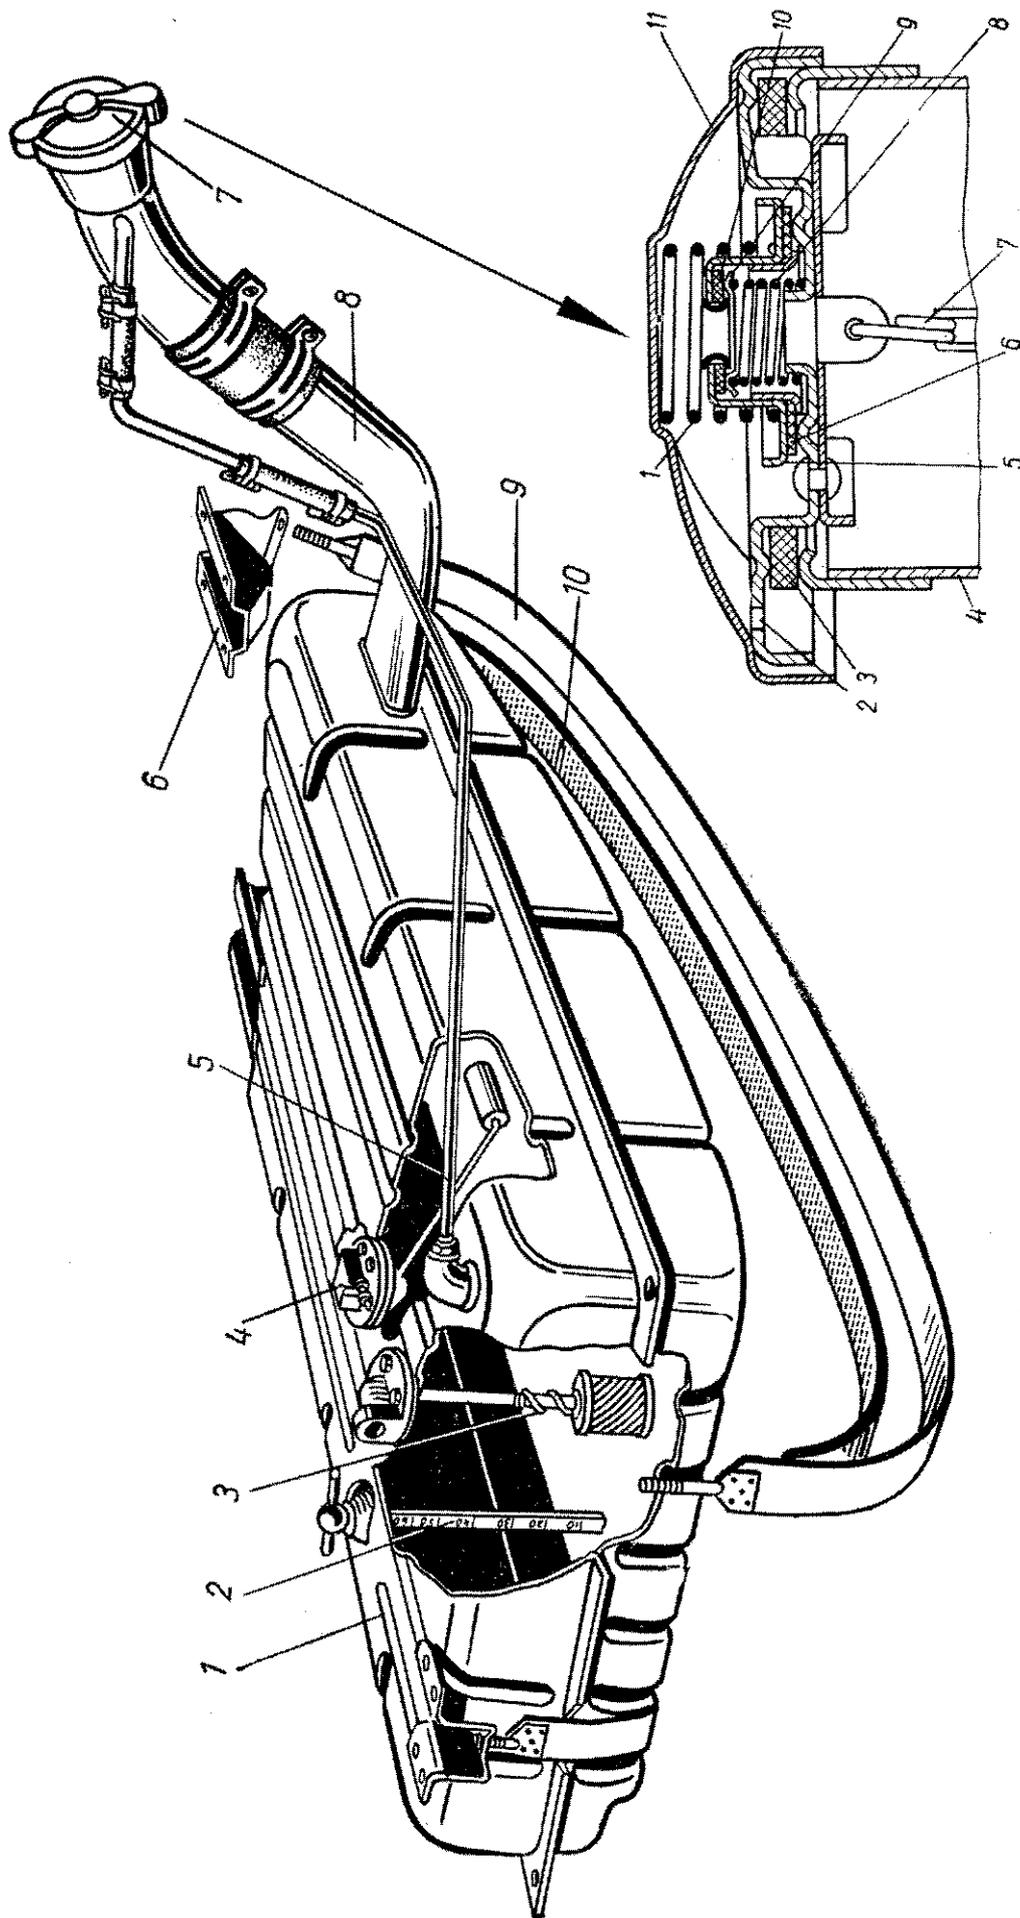

Рис. 41. Топливный бак:
**Топливный бак** (рис. 41) расположен в задней части автомобиля, под полом багажника. Бак состоит из верхней и нижней половин, сваренных между собой. В нижней половине имеется штамповка с фланцем, в котором располагается сливная пробка. На верхней половине бака крепят: датчик 4 электрического указателя уровня топлива, топливоприемную трубку 3, стержневой указатель уровня топлива (линейка) 2 и фланец воздушной трубки 5, назначением которой является отвод воздуха из бака при заполнении его топливом и предупреждение выплескивания при заправке. Топливоприемная трубка снабжена фильтром и состоит из фланца, укрепленного на баке пятью винтами, трубки, на которой между верхним и нижним фланцами укреплен фильтрующий элемент, состоящий из каркаса и двух слоев латунной сетки. Нижний фланец укреплен на трубке при помощи специального штифта, а верхний поджимается к фильтрующему элементу пружиной, расположенной на трубке.
Топливный бак крепится к полу кузова при помощи двух стяжных лент 9 (см. рис. 41), под которые установлены шумопоглощающие картонные прокладки 10.